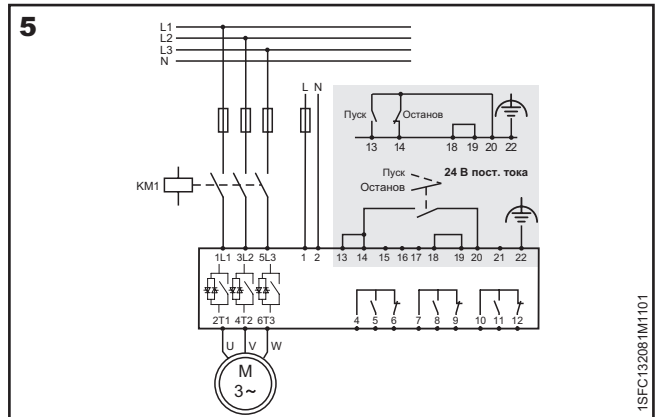

Рис. 5. Электрическая схема для устройств PSTX30...PSTX370 (Версия с плавким предохранителем и контакторам)
- Посмотрите на схему (см. **рис. 5**) и подсоедините кнопки запуска/останова: клеммы 13, 14, 18, 19 и 20/21 с внутренним напряжением 24 В постоянного тока. При использовании внутреннего напряжения питания 24 В постоянного тока (клеммы 20 или 21) клеммы 18 и 19 следует подключать друг к другу. Информацию о внешнем напряжении цепей управления см. в **главе 5.1.2.3** **Пуск и останов — клеммы 13, 14, 18, 19, 20, 21**.